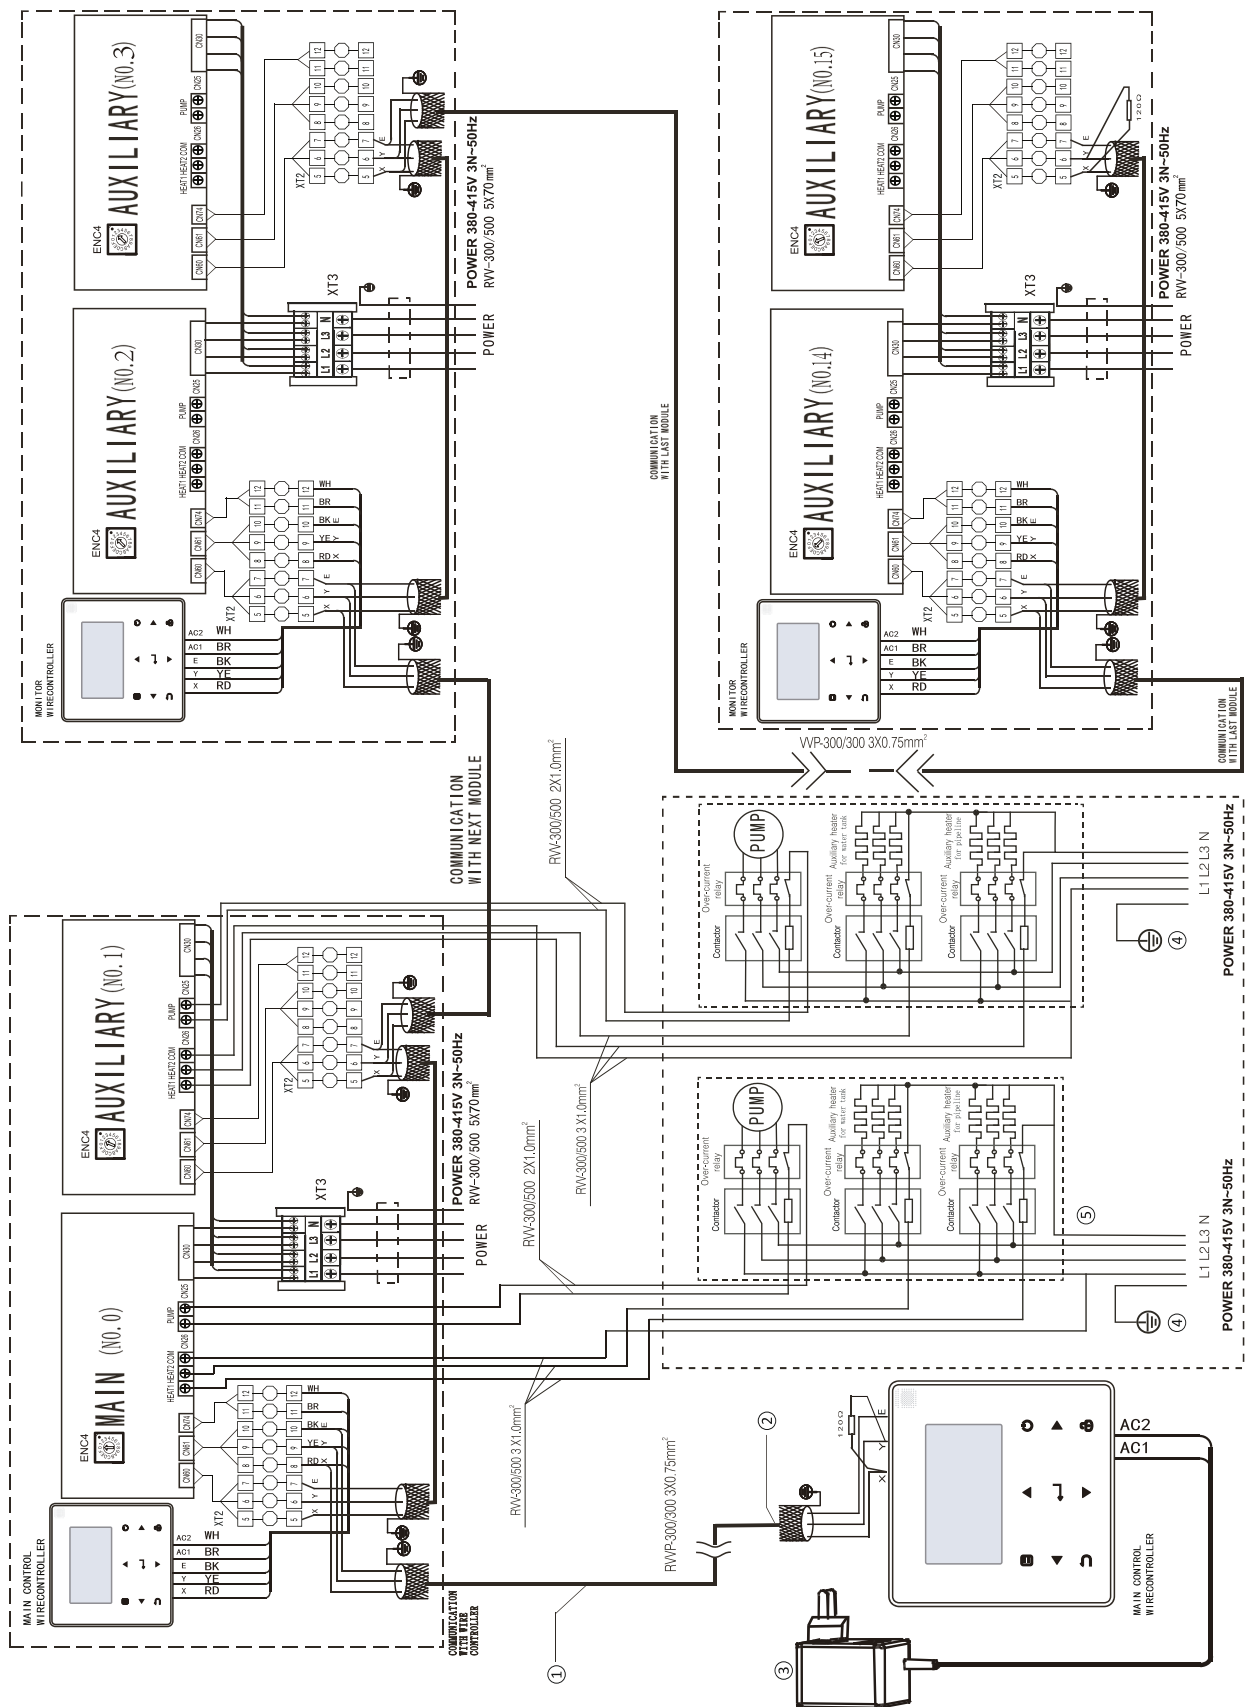

Fig. 8-28: Esquema de la comunicación de red de la unidad principal y de la unidad adicional para SCV-1800EBH
- La tubería de entrada del evaporador debe estar equipada con un regulador de flujo objetivo para proteger la unidad contra interrupciones del flujo. En ambos extremos del regulador de flujo objetivo, debe haber tramos rectos horizontales del tubo, cuyo diámetro sea cinco veces el diámetro del tubo del conducto de agua. El regulador de flujo objetivo debe instalarse exactamente de acuerdo con las instrucciones para instalar y regular el regulador de flujo objetivo (Fig. 8-28 y 8-29). El regulador de flujo objetivo debe llevarse a la caja eléctrica a través de un cable blindado (consulte el esquema de control eléctrico para obtener más detalles). La presión de trabajo del regulador de flujo objetivo es de 1,0 MPa y su conexión es de 1 pulgada de diámetro. Después de instalar la tubería, el regulador de flujo objetivo se configurará correctamente de acuerdo con el flujo de agua nominal de la unidad.